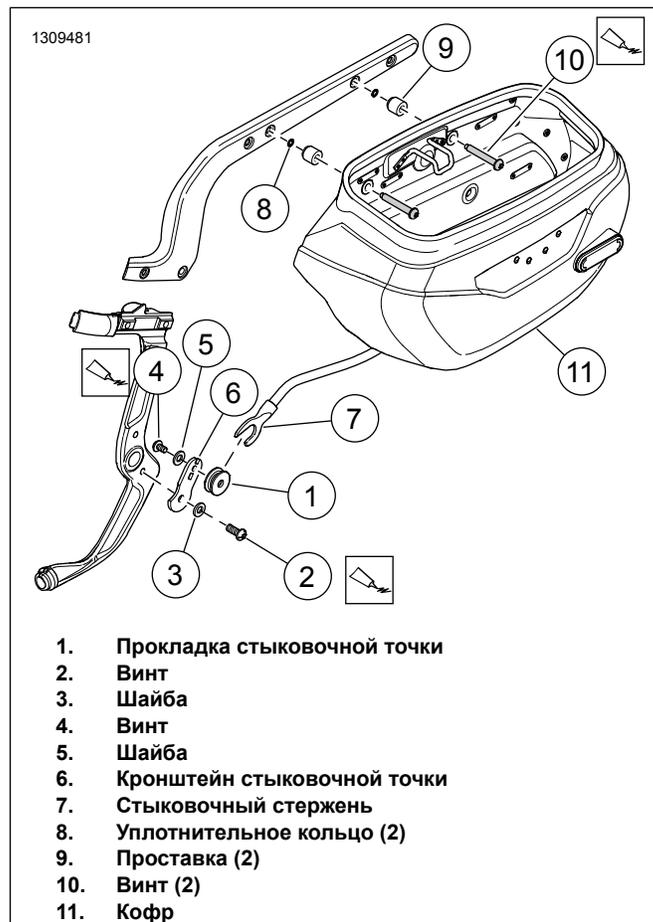

Рисунок 2. Монтаж кофра (слева)
- См. Рисунок 2 . Установите прокладку левой стыковочной точки.
- Установите кронштейн стыковочной точки (6) на раму.
- Установите шайбу (3) на винт (2).